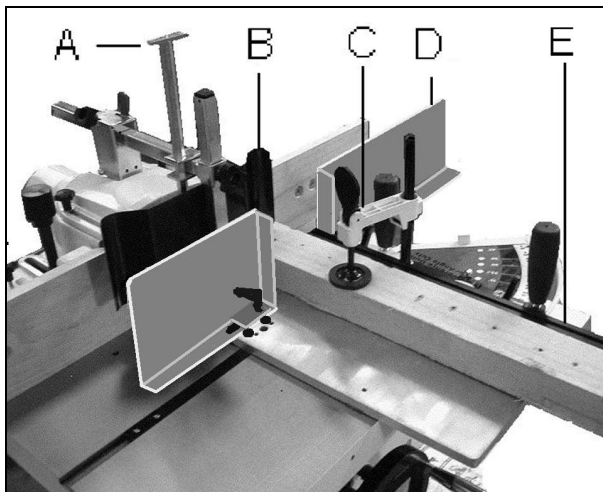

Fig 25
Le dispositif de retenue en bas de la pièce d'oeuvre (C, Fig 25) et la butée de guidage (E) assurent la stabilité de la pièce à usiner pendant le travail.